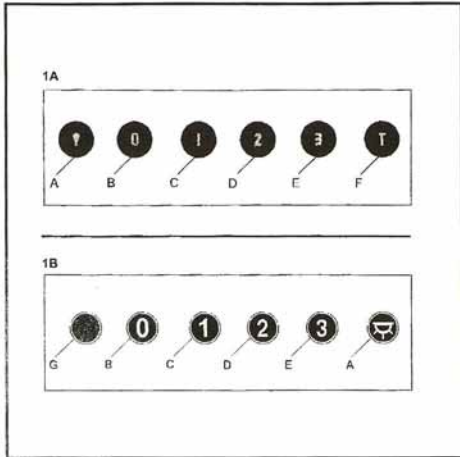

Fig. 5
• COMANDOS: 1A) LUMINOSOS\_1B) MECÂNICOS(Fig.5) a simbologia é indicada a seguir: